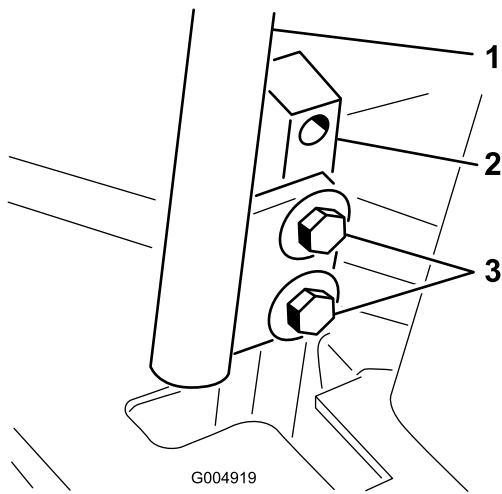

Bild 61
3. Lösen Sie die Schrauben, mit denen die Fahrtriebshebel befestigt sind (Bild 61).